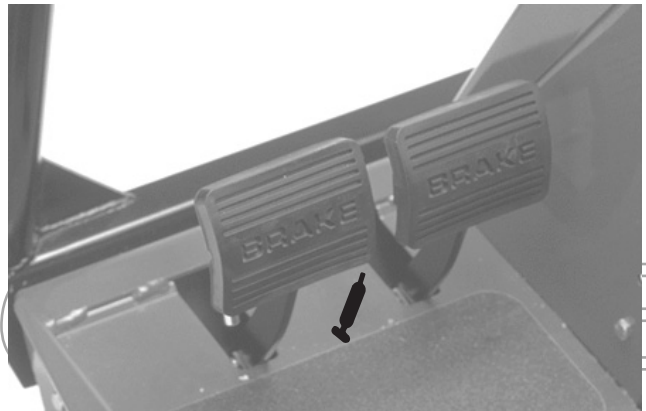

Bild 42
- Bremspedalwelle (1) (Bild 42)